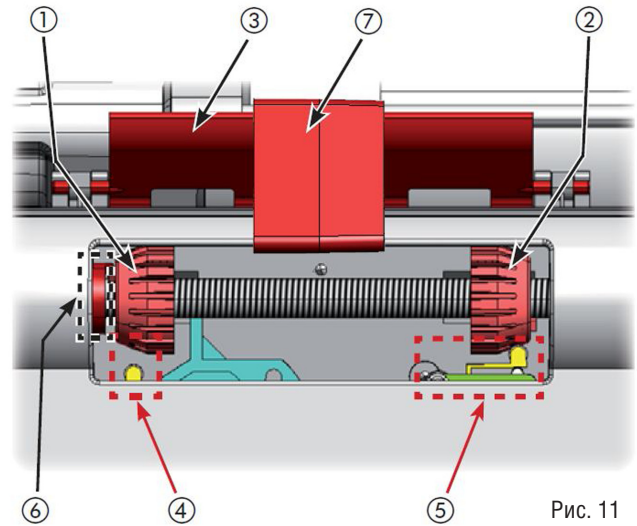

Рис. 11
2. Убедитесь в том, чтобы гайка конечного выключателя на закрытие, в опущенном положении полотна ворот, нажимала на микровыключатель (5) (рис. 11). При нажатии на микровыключатель издается легкий «щелчок».
3. В верхнем положении полотна, гайка конечного выключателя на открытие должна нажимать на микровыключатель (4) (рис.11). При нажатии на микровыключатель издается легкий «щелчок».
**Внимание!** При монтаже привода не удаляйте скобу – фиксатор конечных выключателей (6). Снимать её необходимо по окончании всех монтажных работ.
- Убедитесь в том, чтобы гайка концевого выключателя на закрытие, в опущенном положении полотна ворот, нажала на микровыключатель (5) (рис. 11). При нажатии на микровыключатель издается легкий «щелчок».
- В верхнем положении полотна, гайка концевого выключателя на открытие должна нажимать на микровыключатель (4) (рис.11). При нажатии на микровыключатель издается легкий «щелчок».